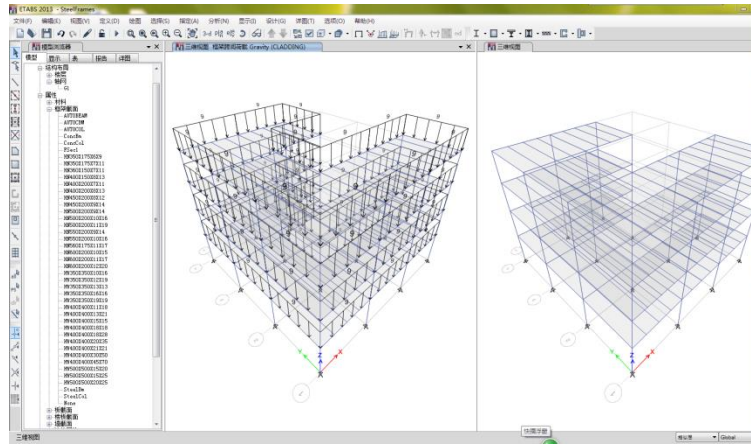

图 4-11 施加于边梁荷载后的模型
8. 点击**设置默认 3D 视图**按钮 **3-d**，把平面视图转换为 3D 视图，同时显示施加到周边梁的线荷载，如图 4-11 所示。